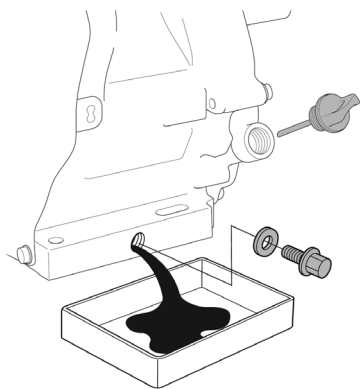

Рис. 26 Замена масла в двигателе
(1) Техническое обслуживание должно осуществляться более часто, при работе в пыльных условиях.
(2) Данный вид работ необходимо выполнять в авторизованном сервисном центре.
6. Открутите пробку для слива масла и слейте отработанное масло в подготовленную для этого емкость (Рис. 26).